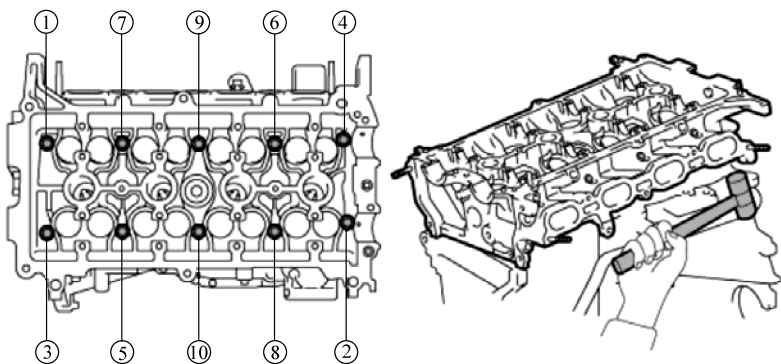

图 7-11 气缸盖的拆卸方法
① 使用六角扳手，按由两边到中间的对角顺序拧松并拆卸气缸盖螺栓，如图 7-11 所示。
② 使用一把塑料锤子轻敲缸盖肋部，以便拆卸气缸盖，并将气缸盖放置在工作台的木块上。
11) 将气缸盖对准气缸体的定位销，然后放平，使用六角扳手，按由中间到两边的对角顺序拧松 10 个气缸盖螺栓（和图 7-11 中的顺序相反）。